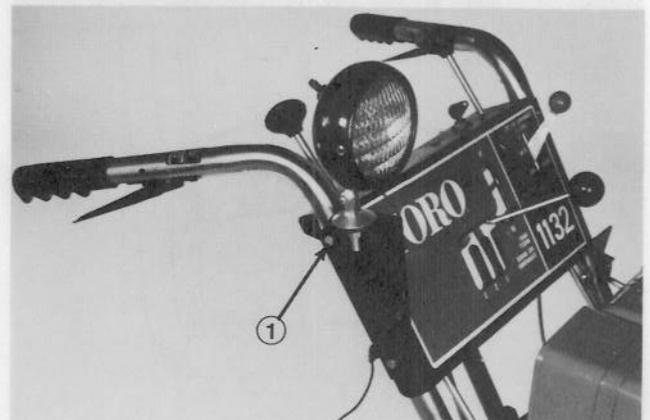

Figure 13
4. Vissez le pommeau noir sur le levier de commande des roues et accrochez le ressort de tension au trou de tableau de commande (Fig. 13).
3. Revissez le support sur le tableau de commande et sur le mancheron à l'aide des attaches enlevées à l'étape 1 (Fig. 13).